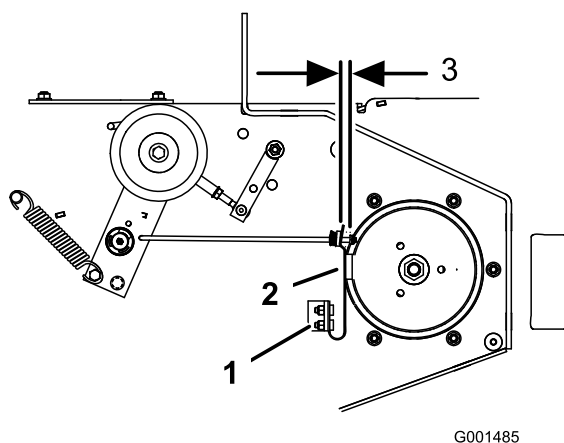

Figure 58
3. Le cas échéant, ajustez les boulons de fixation de ressort de sorte que la plaquette de frein de lame frotte contre les deux côtés de la gorge de la poulie (Figure 58).
4. Ajustez l'écrou à l'extrémité de la tige de frein jusqu'à ce que l'écrou et l'entretoise soient espacés de 3 à 5 mm (1/8 à 3/16 po) (Figure 58).